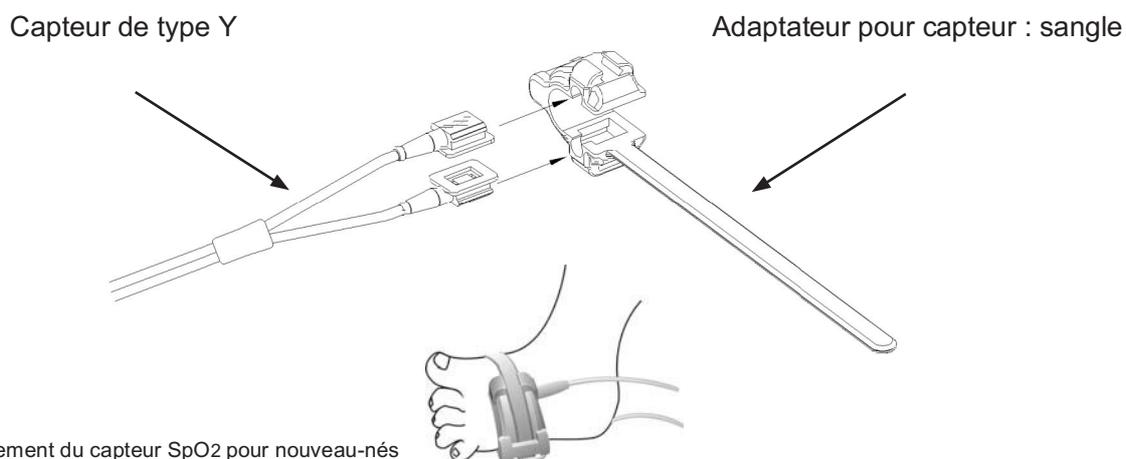

Figure 3.10 Positionnement du capteur SpO₂ pour nouveau-nés
3. Le capteur SpO₂ pour nouveau-nés doit être raccordé comme indiqué dans la figure 3.10.